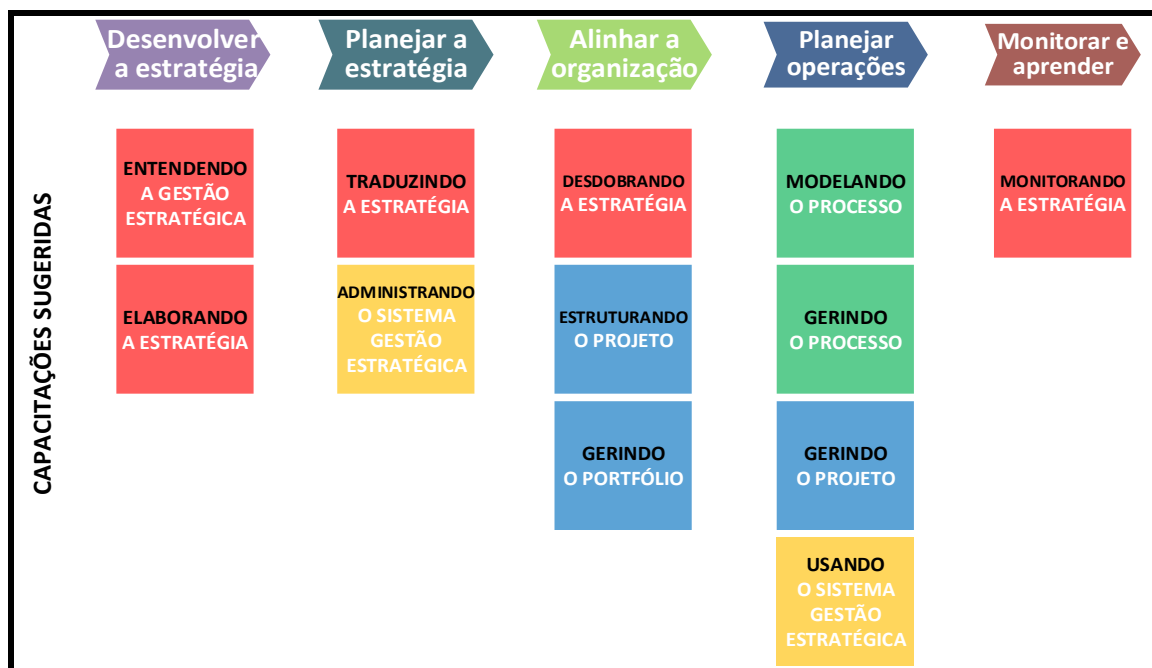

Figura 03 – Programa de Capacitação em Gestão Estratégica
- Gestão Estratégica:** linha seguida pelo MME é estruturar seu processo decisório, nos diversos escalões, a partir do uso de ferramentas como Planejamento Estratégico e *Balanced Scorecard* – BSC, a proposta é desenvolver competências em profissionais para que possam conduzir os trabalhos de gestão estratégica no Ministério. Os seguintes cursos fazem parte da trilha em gestão estratégica, sinalizados em vermelho na Figura 03: Entendendo a Gestão Estratégica; Elaborando a Estratégia; Traduzindo a Estratégia; Desdobrando a Estratégia; e Monitorando a Estratégia;
- Gestão de projetos e portfólio:** a gestão de projetos vem sendo considerada ferramenta fundamental no conjunto de conhecimentos de profissionais em ambientes corporativos. Em linhas gerais, trata-se de como grupos de profissionais envolvidos em certo empreendimento podem aumentar suas chances de sucesso a partir do uso de ferramentas gerenciais aplicadas. Considerando a grande diversidade de ferramentas e abordagens sobre o tema serão abordados ferramentas e conceitos adaptados no Método de Gestão de Projetos do MME. Os seguintes cursos fazem parte da trilha em gestão de projetos, sinalizados em azul na Figura 03: Estruturando o Projeto; Gerindo o Projeto; e Gerindo o Portfólio;
- Gestão de processos:** a gestão de processos vem ganhando muita atenção de gestores e instituições públicas e privadas. Entender como organizações e pessoas podem gerar valor em seus processos e como aplicar soluções práticas na gestão dos processos no seu dia-a-dia são temas centrais das discussões sobre a gestão de processos. Os seguintes cursos fazem parte da trilha em gestão de processos, sinalizados em verde na Figura 03: Modelando o Processo; e Gerindo o Processo; e
- Gestão da ferramenta gerencial:** com a escolha do MME em utilizar uma ferramenta de informatização para gerenciar o planejamento estratégico, torna-se imprescindível um conjunto de capacitações que permitam os envolvidos gerir e utilizar o sistema. Os seguintes cursos fazem parte da trilha em gestão da ferramenta gerencial, sinalizados em amarelo na Figura 03: O Sistema Gestão Estratégica; e Usando o Sistema Gestão Estratégica.